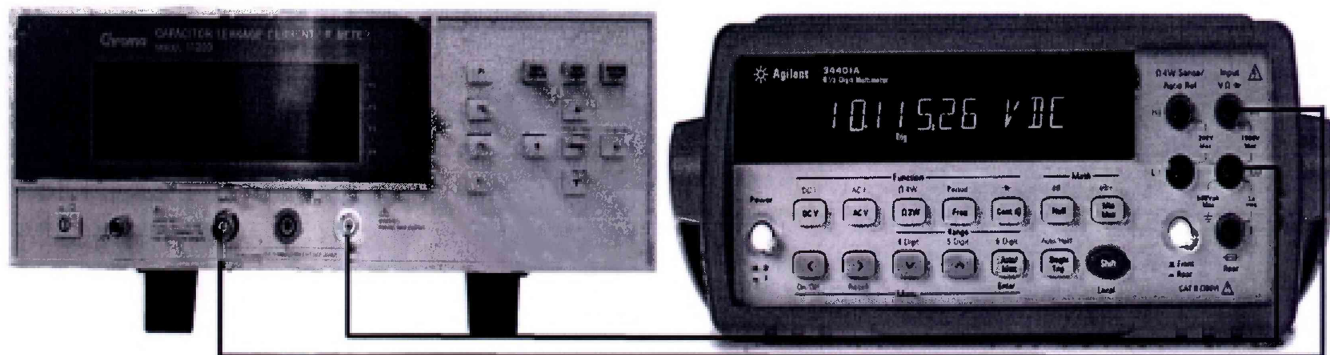

Рисунок 1 – Структурная схема соединения приборов
- разъемы испытуемого измерителя соединить измерительными проводами с соответствующими разъемами мультиметра цифрового 34401А (см. рисунок 1);